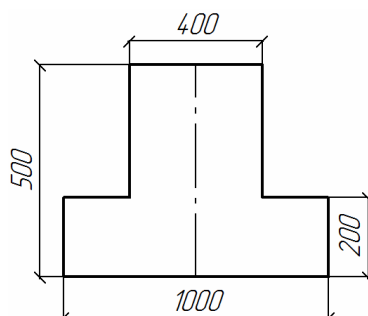

Рис. 7.2.1. Геологический профиль строительной площадки
- Геологический профиль строительной площадки приведен на рис. 7.2.1.